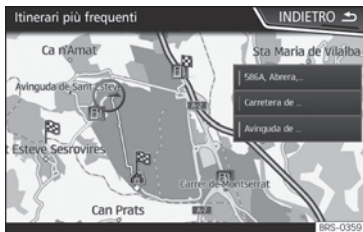

Fig. 226 Navigazione predittiva
• Nella schermata principale del menu di navigazione, premere sulla finestra pop-up il tasto **Percorsi frequenti**. Per visualizzare i percorsi abituali, premere il tasto **Mostra sulla cartina** »» fig. 226.